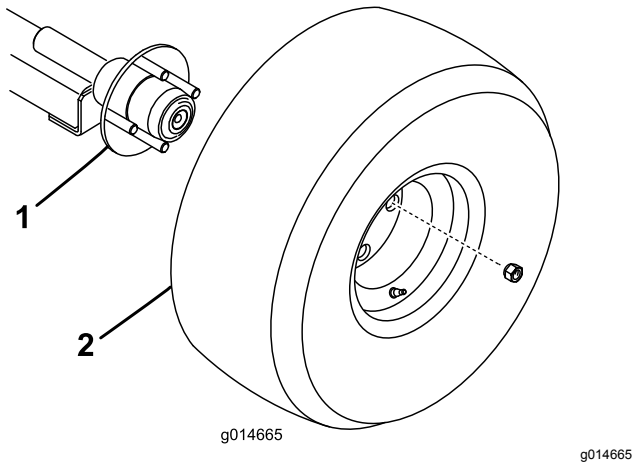

Figura 5
1. Monte um conjunto de roda em cada cubo de eixo com quatro porcas das rodas (Figura 5). Aperte as porcas com 108 Nm.